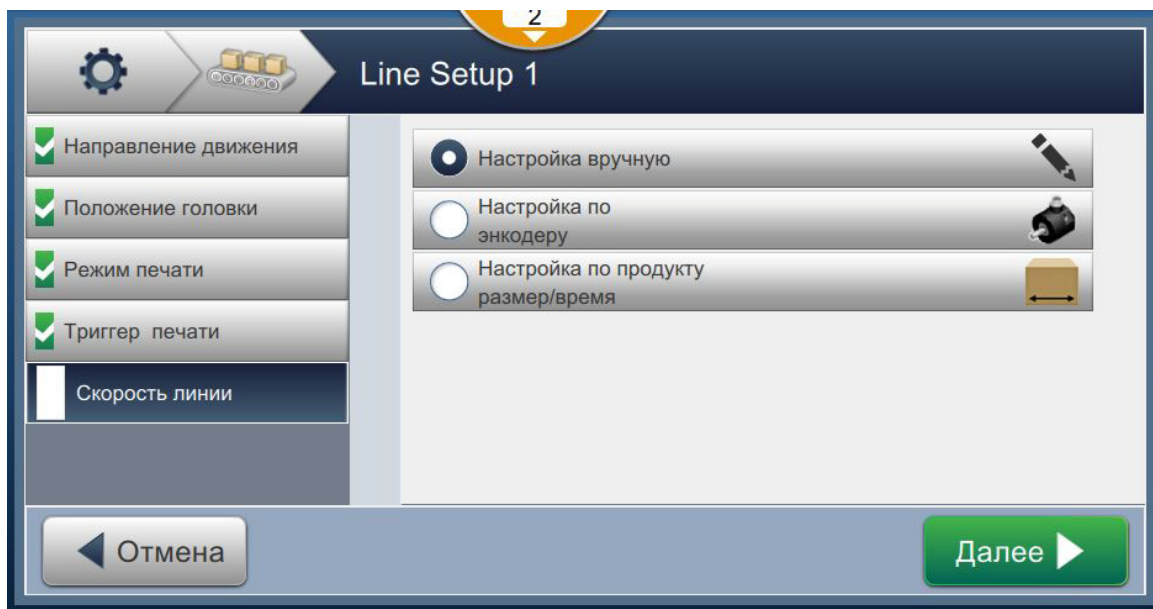

Рис. 6-33: Наладка линии — скорость линии
1. Нажмите параметр *Скорость линии* на экране параметров наладки линии, выберите нужную скорость линии, как показано на Рис. 6-33. Нажмите кнопку  , чтобы задать скорость линии.
1. Выберите параметр *Ручная настройка*, как показано на Рис. 6-33. Нажмите кнопку  , чтобы ввести нужные параметры.
1. Выберите параметр *Определяется энкодеру*, как показано на Рис. 6-33. Нажмите кнопку
1. Нажмите параметр *Определяется размером продукта/временем*, как показано на Рис. 6-33.